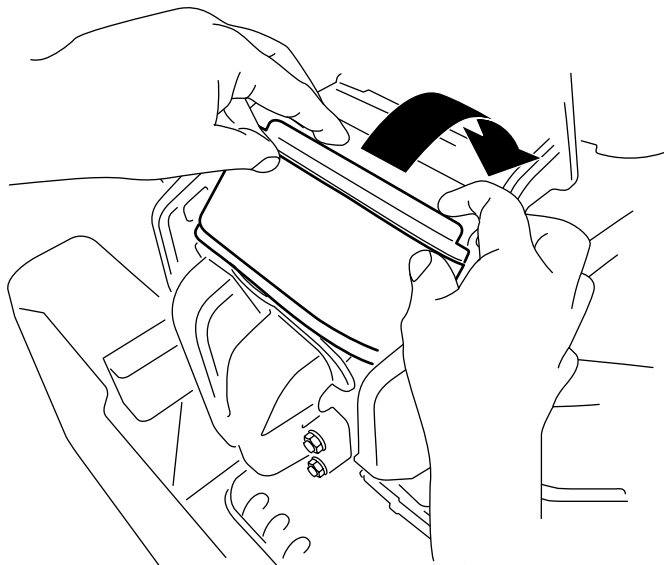

Figure 44
3. Tournez le filtre vers le bas dans la chambre et appuyez-le parfaitement contre le collecteur (Figure 44).